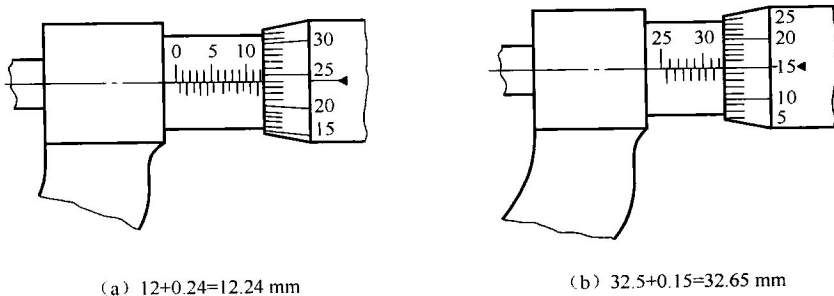

图 1-20 千分尺的读数方法
(1) 在固定套筒上读出与微分筒相邻近的刻度线数值。
(2) 用微分筒上与固定套筒的基准线对齐的刻线格数，乘以千分尺的测量精度 (0.01mm)，读出不足 0.5mm 的数。
(3) 将前两项读数相加，即为被测尺寸，如图 1-20 所示。